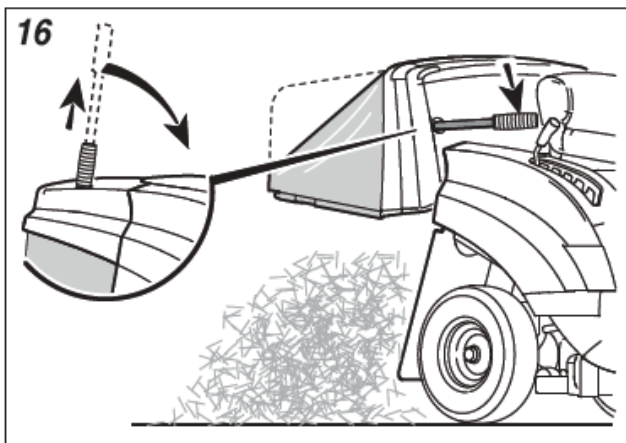

Рис. 17
1. Выдвиньте и переместите вниз ручку травосборника, чтобы он открылся (рис. 17).